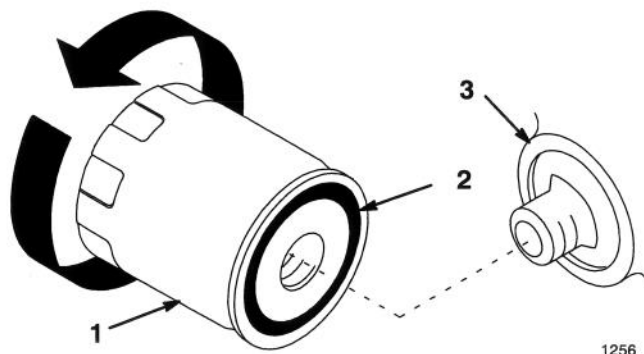

Figure 15
3. Enduire d'une mince couche d'huile fraîche le joint de caoutchouc du filtre neuf (Fig. 15).
4. Monter le nouveau filtre à huile sur l'adaptateur, en vissant le filtre dans le sens des aiguilles d'une montre jusqu'à ce que le joint de caoutchouc touche l'adaptateur, puis en le vissant encore de 1/2 tour supplémentaire (Fig. 15).